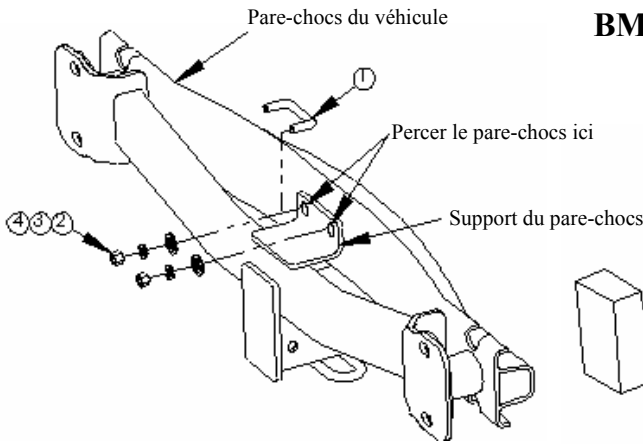

FIGURE 3
①	Qty. (1)	Boulon en U, 3/8 po	③	Qty. (2)	Rondelle frein 3/8 po
②	Qty. (2)	Rondelle conique, 3/8 po	④	Qty. (2)	Écrou hexagonal 3/8 po
- Attacher l'attelage et le pare-chocs ensemble à l'écart du véhicule. Aligner les trous de montage de l'attelage et du pare-chocs, comme illustré à la **Figure 3**. S'assurer que le trou taraudé du pare-chocs se trouve du côté passager. Percer deux trous dans le pare-chocs, en utilisant les trous du support de pare-chocs comme gabarit.
- Insérer le boulon en U dans le support de pare-chocs et le pare-chocs. Fixer en serrant à la main, comme illustré à la **Figure 3**.